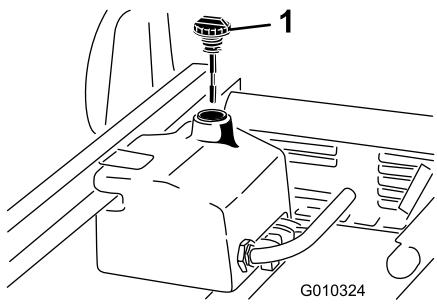

図 19
1. 油圧オイルタンクの注油口周辺をきれいに拭き、キャップを外す図 19。
3. 補給口の首からディップスティック図 19を抜き、ウェスできれいに拭う。